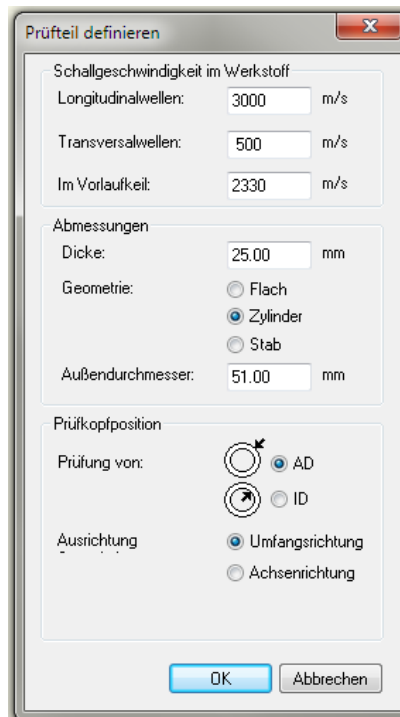

Abbildung 4-14 Dialogfeld Prüfteil definieren
4. Im eingeblendeten Dialogfeld **Prüfteil definieren** (siehe Abbildung 4-14 auf Seite 253):